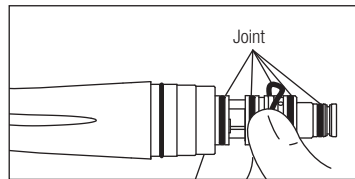

Fig. 8
- 2) Ôtez gentiment chaque joint à l'aide de votre pouce. (Fig. 8)